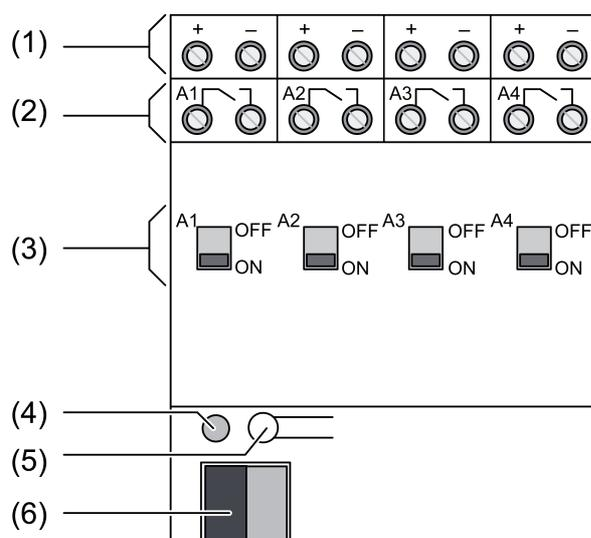

Рисунок 1
Состояние реле воспроизводится ползунковыми переключателями (3) на лицевой стороне прибора (рисунок 1). Они служат одновременно для управления релейными выходами вручную, при помощи подходящего инструмента.